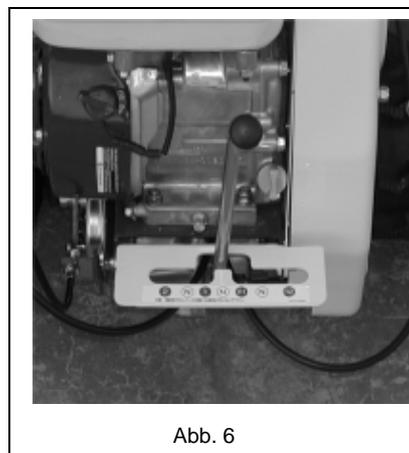

Abb. 6
- Stellen Sie den Schalthebel in neutrale Position (Abb. 6).